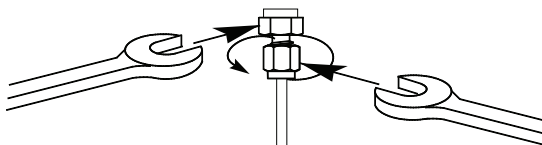

Figura 13 Aperto final
- 8** Para conexões Swagelok de 1/8 pol., use duas chaves de boca de 7/16 pol. para apertar a conexão 3/4 de volta (Figura 13).
Para conexões de 1/4 pol., use duas chaves de boca de 9/16 pol. para apertá-las 1-1/4 de volta (Figura 13).